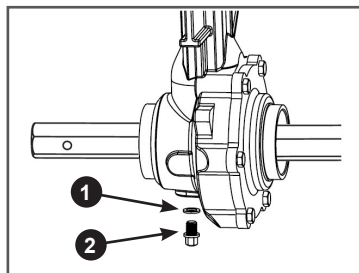

Рис. 39. Слив трансмиссионного масла
- Открутите пробку отверстия для слива масла и слейте отработанное масло в подготовленную для этого емкость. Пробка 2 отверстия для слива масла находится в нижней части редуктора мотоблока (Рис. 39).
- Закрутите пробку 2 отверстия для слива масла (Рис. 39).